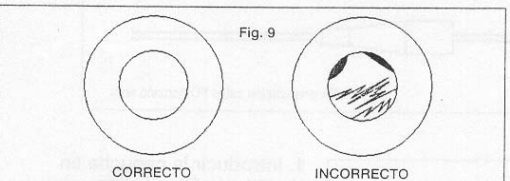

Fig. 9
14. En la fibra óptica no deben observarse rayadas ni roturas (fig.9).